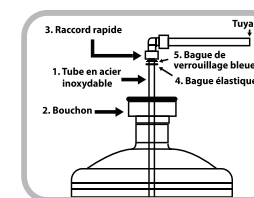
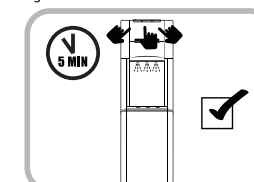

Fig.1
Fig.2
3. Installation du raccord de pompe de la bouteille d'eau (Fig. 1)
- A. Avec une bouteille d'eau de 3 ou 5 gallons (11 ou 19 litres) en position verticale à l'extérieur de l'appareil, juste devant l'armoire ouverte, placez le tube en acier inoxydable (1) à l'intérieur d'une bouteille contenant au moins un gallon d'eau (4 l) (insérer l'extrémité recourbée du tube dans la bouteille). Une partie du tube sera exposée sur le goulot de la bouteille. Il est normal qu'une partie supplémentaire du tube soit exposée lors de l'utilisation d'une bouteille d'eau de 3 gallons.
- B. Faites glisser le bouchon de la bouteille (2) sur le tube et appuyez-le sur l'ouverture de la bouteille pour le xer.
5. Branchez le distributeur à la prise électrique. Veuillez lire au préalable les CONSIGNES DE SÉCURITÉ IMPORTANTES et les DIRECTIVES D'INSTALLATION. L'appareil va commencer à remplir les réservoirs d'eau chaude et d'eau froide (compter environ 5 minutes). Laissez l'eau reposer dans les réservoirs d'eau chaude et d'eau froide pendant 5 minutes. Appuyez sur chaque bouton de robinet d'eau (température chaude et froide) pour s'assurer que l'eau circule à travers l'appareil. (Fig. 2)